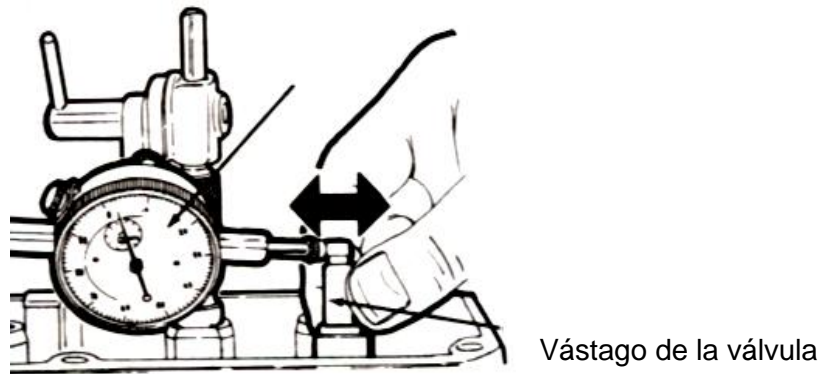

Fig. 3.14 Holgura del vástago de la válvula a la guía
4. Verifique la holgura del vástago de la válvula a la guía: Limpie el vástago de la válvula con adelgazador de laca o un solvente similar para desprender toda la goma y el barniz. Instale un reloj palpador de carátula de manera que el vástago de éste quede a 90° del vástago de la válvula, y tan próximo a la guía de la válvula como sea posible. Saque la válvula fuera de su asiento y mida la holgura de la guía al vástago haciendo oscilar el vástago hacia atrás y hacia delante para accionar el indicador de carátula. Mida los vástagos de las válvulas usando un micrómetro y compare sus medidas con las especificaciones para determinar si el desgaste del vástago o de la guía es el causante de la holgura excesiva. (Ver Fig. 3.14)